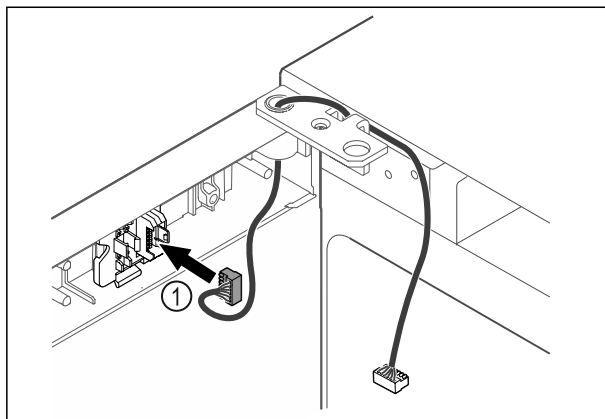

Fig. 49
- Stecker Fig. 49 (1) in Steckerhalterung einstecken.